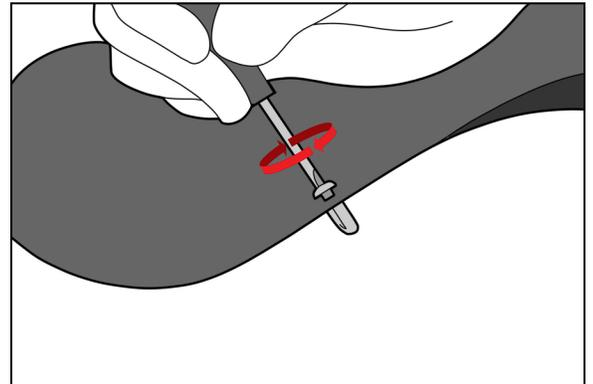

Abb. 8
4. Ziehen Sie die Schraube mit einem 1/8-Zoll-Schlitzschraubendreher fest (Abb. 8).